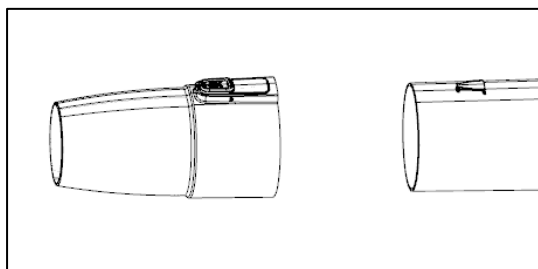
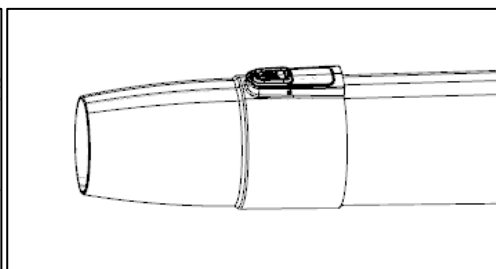

Fig 4
Fig 5
4. Alignez la buse avec l'ergot du tube de soufflage (Fig. 4) . Poussez la buse vers le tube jusqu'à ce que le loquet s'enclenche (Fig. 5).